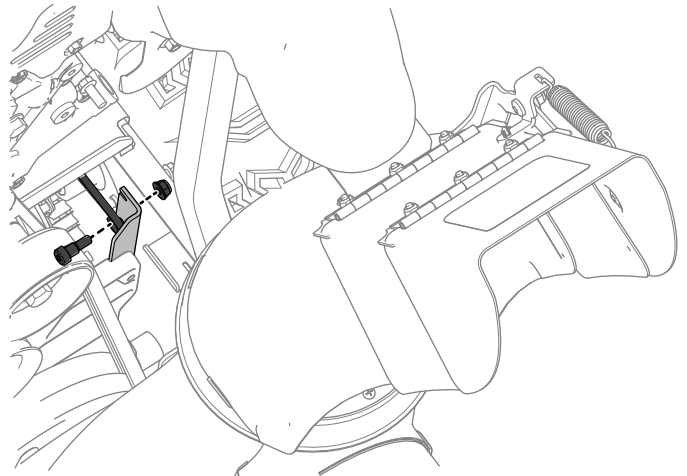

**Bild 7**
10. Hängen Sie den Bowdenzug an der neuen Bowdenzughalterung des Fahrtriebs ein, wie in Bild 7 dargestellt.
**Hinweis:** Stellen Sie sicher, dass der Bowdenzug wie in Bild 7 dargestellt ausgerichtet ist.